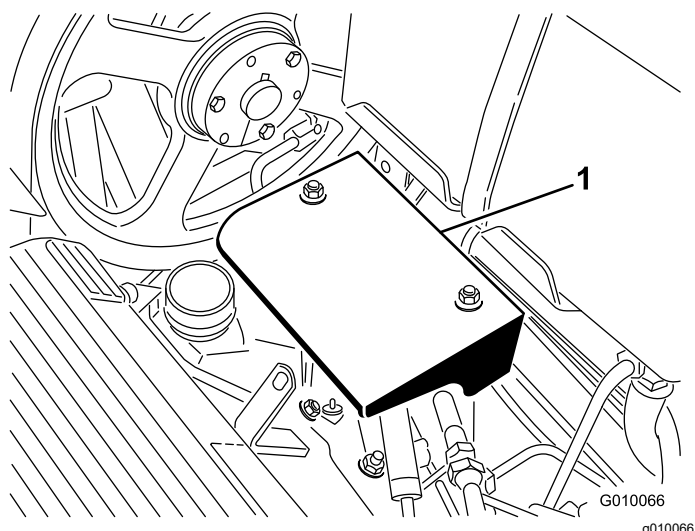

Figura 58
3. Retire as 2 porcas de montagem do resguardo da bomba e retire o resguardo (Figura 58).